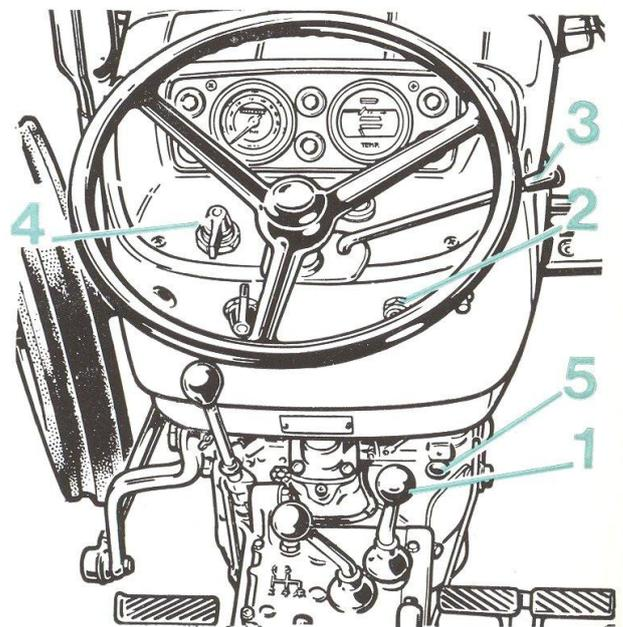

FIG. 32
- 1° Comme pour la pompe Bosch, dévisser d'environ 2 tours la vis de purge du premier filtre (1) et actionner le levier de la pompe jusqu'à ce que le combustible s'écoule sans bulle d'air et revisser le bouchon (1).
- 2° Purger de façon analogue le deuxième filtre à combustible (2).
- 3° Ouvrir les vis (3) du couvercle du régulateur et (4) de la tête hydraulique. Purger d'air et resserrer la vis (4) de la tête hydraulique.
- 4° Desserrer les raccords, côté injecteurs (5) sur au moins deux tuyauteries ; amener la manette d'accélération en position maximale et actionner le démarreur à plusieurs reprises d'une durée d'une dizaine de secondes chacune, en appuyant à fond sur le bouton (5) fig. 32 jusqu'à ce que le combustible s'écoule sans bulle d'air par les raccords de injecteurs.
- 5° Rebloquer les raccords des injecteurs, mettre le moteur en route et ne serrer la vis de purge (3) du couvercle du régulateur qu'une fois lorsque le combustible s'écoule sans bulle d'air.